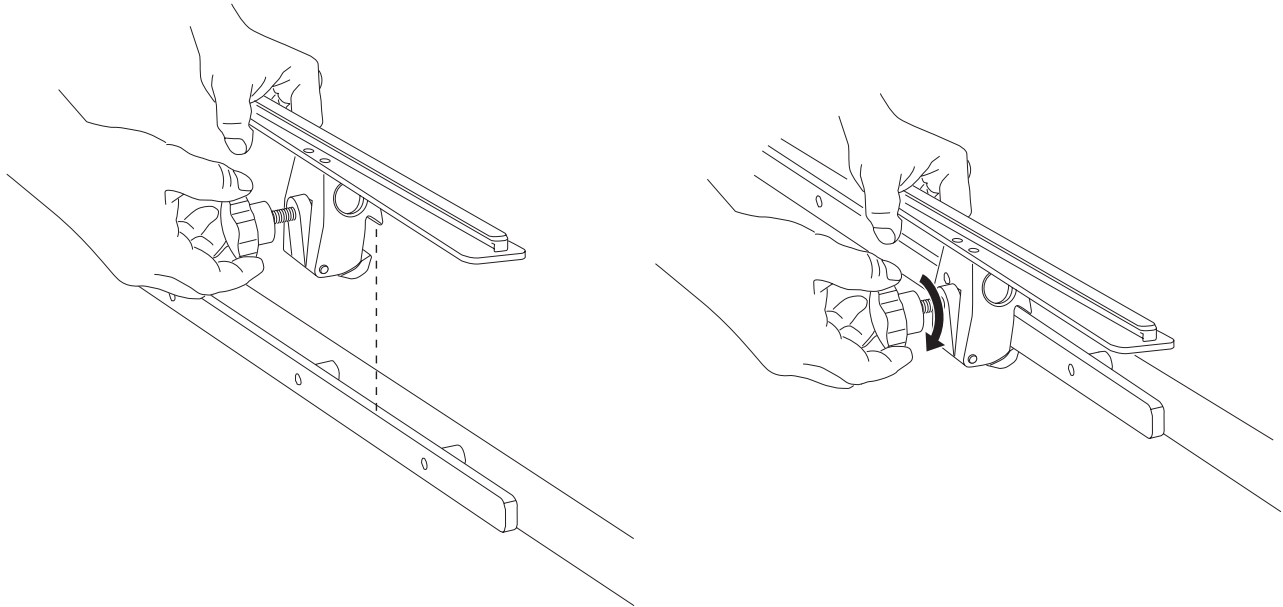

Abbildung 3-8: Installation einer NEUWAVE Bett-Schienenhalterung
1. Die Bett-Schienenhalterung wie in Abbildung 3-8 gezeigt an der Schiene des chirurgischen Tisches befestigen.